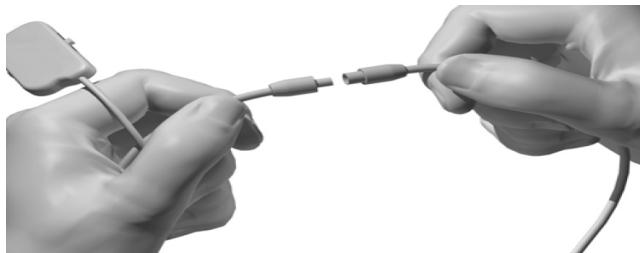

Figura 7: Cavi per sala operatoria 1x8 ed estensione
1. Collegare l'estensione del cavo per sala operatoria al cavo per sala operatoria (Figura 7).